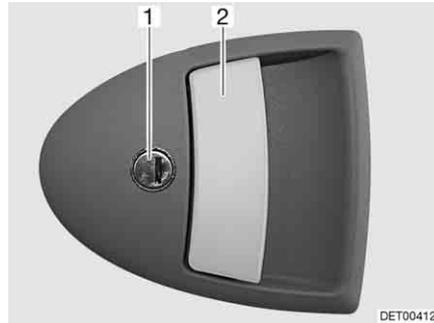

Fig. 45 Cerradura de la puerta de entrada, en el exterior
- Introducir la llave en el cilindro de cierre (Fig. 45,1) y girarla hasta que esté desbloqueada la cerradura de la puerta.
- Tirar del tirador de la puerta (Fig. 45,2). La puerta está abierta.
- Introducir la llave en el cilindro de cierre (Fig. 45,1) y girarla hasta que esté bloqueada la cerradura de la puerta.